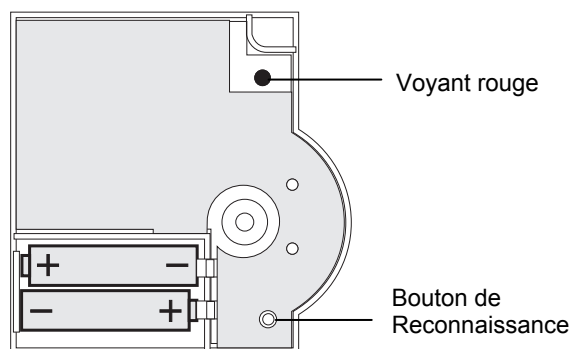

Fig. 13: Logement des piles, voyant et bouton
- ▶ Insérer correctement les piles fournies (type AA) en respectant la polarité (voir Fig. 13).